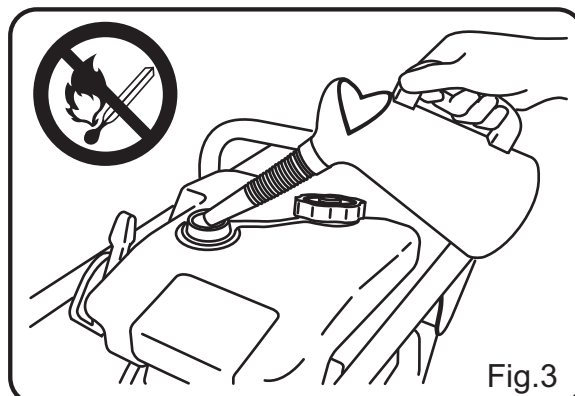

Fig.3
- 5 Verser de l'essence (sans plomb) dans le réservoir et vérifier le niveau d'huile. Compléter le niveau d'huile avant qu'il soit trop bas. Une trop faible quantité d'huile risque d'entraîner l'usure prématurée du moteur (Fig. 1, Fig.3).